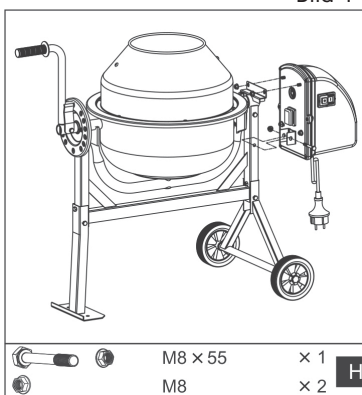

Bild 12
9. I det sista monteringssteget monteras operatören. För att göra detta, rikta in tandningen och skjut drivenheten ÖVER axeln. Skruva fast motorhuset på ramen. Använd muttrar med beteckningen M8 (H), bild 12.